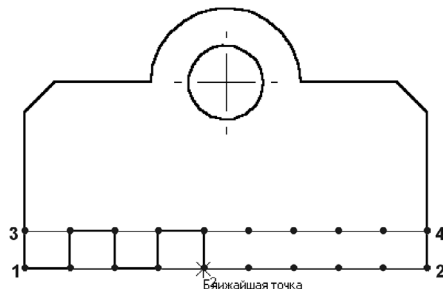

Рис. 26.9. Построение ломаной линии
7. От точки 1 до точки 2 постройте ломаную линию, как это показано на рис. 26.9.